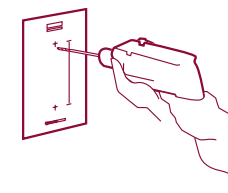

Fig. 4
- Fastgør boreskabelonen på væggen og bor huller i væggen (i de punkter, som er vist på skabelonen) ved hjælp af et 5 mm bor. (fig. 4)